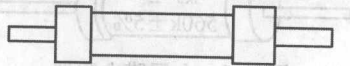

图1-1 固定电阻器
(1)固定电阻器。电阻值不能调节的电阻器。固定电阻器是使用量最大的一种电阻器,其外形如图1-1所示。常见的固定电阻器有绕线电阻器、实芯电阻器、金属玻璃釉电阻器等。